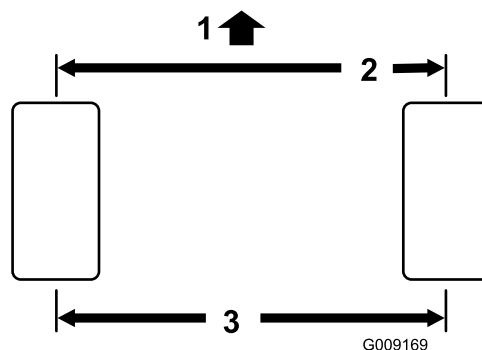

Figure 114
2. Mesurez l'entraxe (à hauteur d'essieu) à l'avant et à l'arrière des roues directrices (Figure 114).